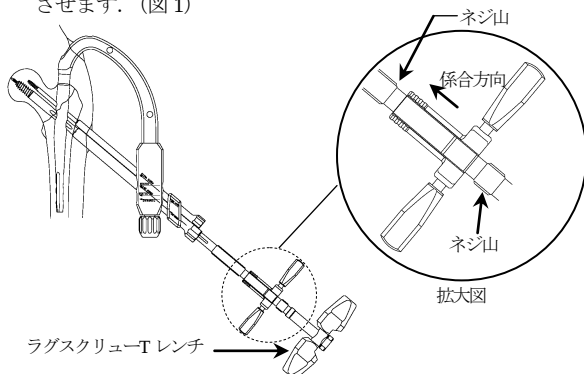

図1
- 1) ガイドピンを介して、ラグスクリューT レンチにてラグスクリューを挿入します。骨折部への圧迫が必要な場合、ラグスクリュー用スリーブの先端を外側骨面に押し当て、ターゲットデバイスのスリーブ固定つまみを確実に締め付けます。T レンチのネジ山間から圧迫ナット (R) を取り付け、脱落防止のため、先端側のネジ部に係合させます。(図1)